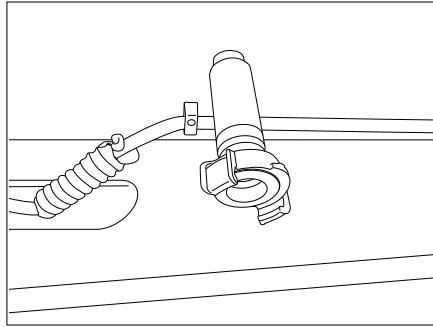

Fig. 172 Raccordement d'eau fraîche (tuyaux en laiton)
- Raccorder l'eau fraîche au à la fermeture à baïonnette (tuyaux en laiton, Fig. 172).
- Détacher le raccordement d'eau fraîche (tuyaux en laiton, Fig. 172).